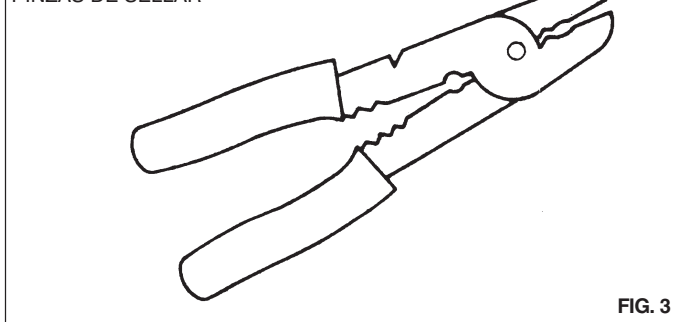

FIG. 3
G) Manteniendo la polaridad correcta, una los conectores de culata a los cables usando la herramienta recomendada (fig. 3).